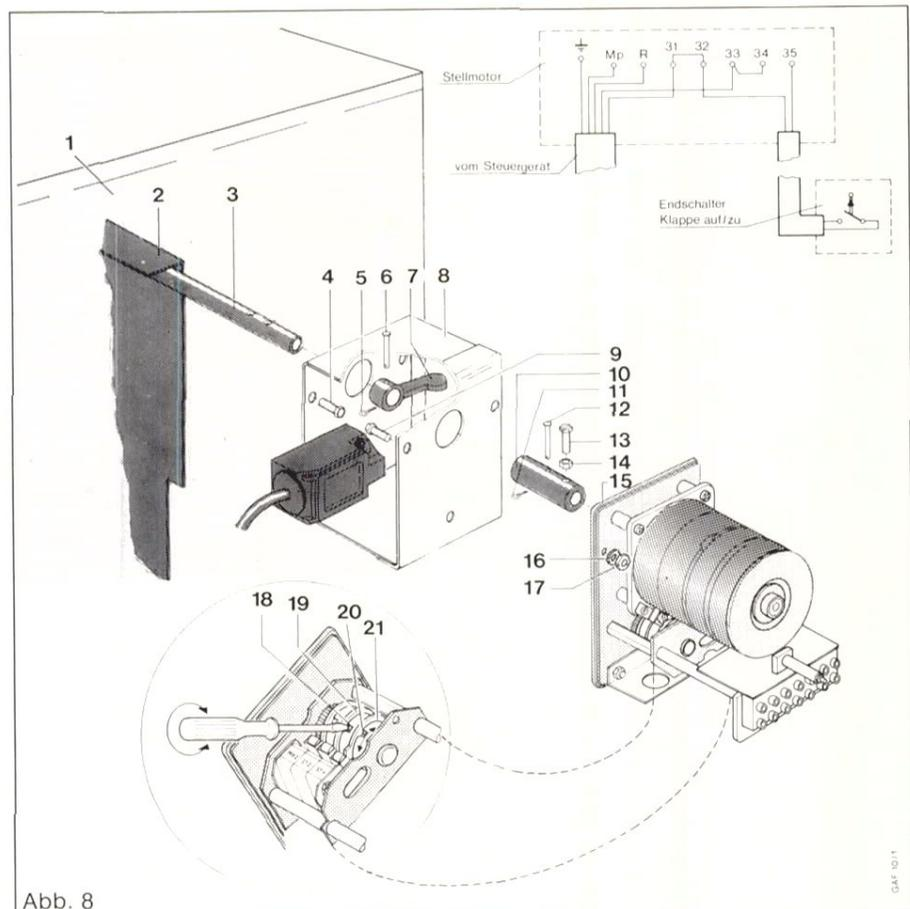

Abb. 8
Den Stellantrieb (15) entsprechend Abb. 8 und des jeweils gültigen Verdrahtungsplanes Seite 18-33 anklemmen.
An den Endschaltern ST 1 und ST 2 können die Schaltnocken (19 u. 21), durch Drehen der Einstellschrauben (18 u. 20) nach rechts oder links, verstellt werden. (Siehe Detail Abb. 8).
Die Abb. 8 u. 9 zeigt die Klappenstellung „zu“.
Siehe Abb. 8 Seite 10.
Den Stellantrieb (15) entsprechend Abb. 8 und des jeweils gültigen Verdrahtungsplanes Seite 18-33 ankleben.